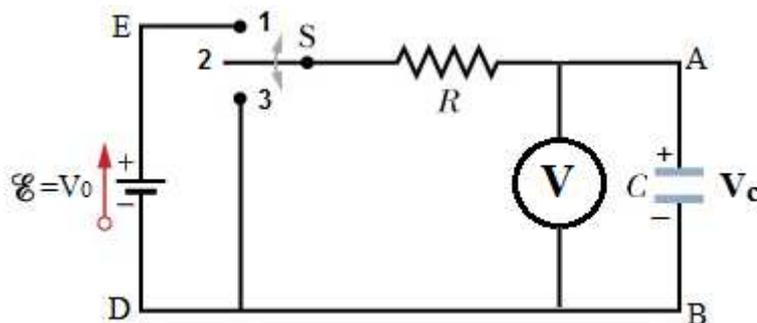

Figura 5-7: Carga e descarga
6. Armem o circuito cc da Figura 5-7 na matriz de contato, observando a polaridade do capacitor (inicialmente descarregado) e usando a resistência $R=1 \text{ M}\Omega$.